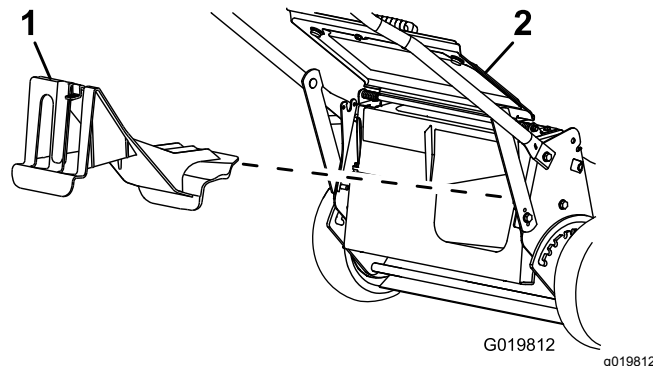

Bild 23
- Wenn die Heckauswurfklappe nicht eingesetzt ist, fassen Sie sie am Griff an, heben die Heckklappe an und setzen sie in den Heckauswurfkanal ein, bis der Riegel arretiert, siehe (**Bild 23**).
2. Drücken Sie zum Entfernen der Heckauswurfklappe den Riegel mit dem Daumen nach unten und ziehen die Klappe aus der Maschine (**Bild 23**).